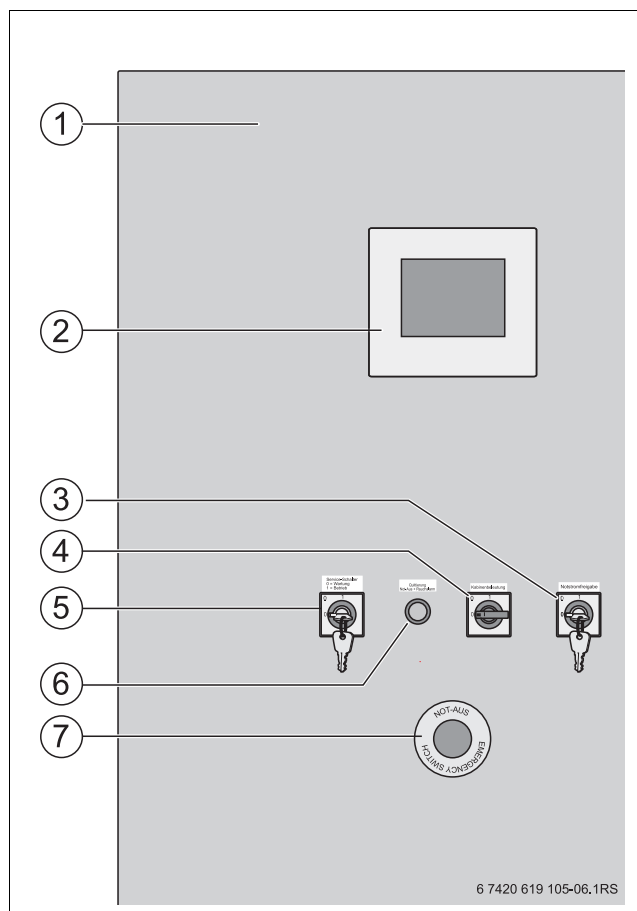

Рис. 3 Часть электрошкафа с элементами управления
- Электрошкаф с элементами управления (→ рис. 3, стр. 10)